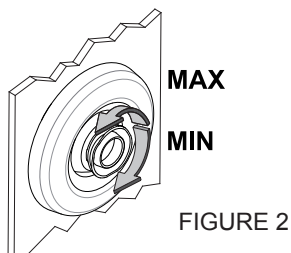

FIGURE 2
- Vérifiez si les buses sont bien ouvertes, dans le cas contraire agissez sur le diffuseur en le tournant dans le sens contraire aux aiguilles d'une montre (Figure 2).